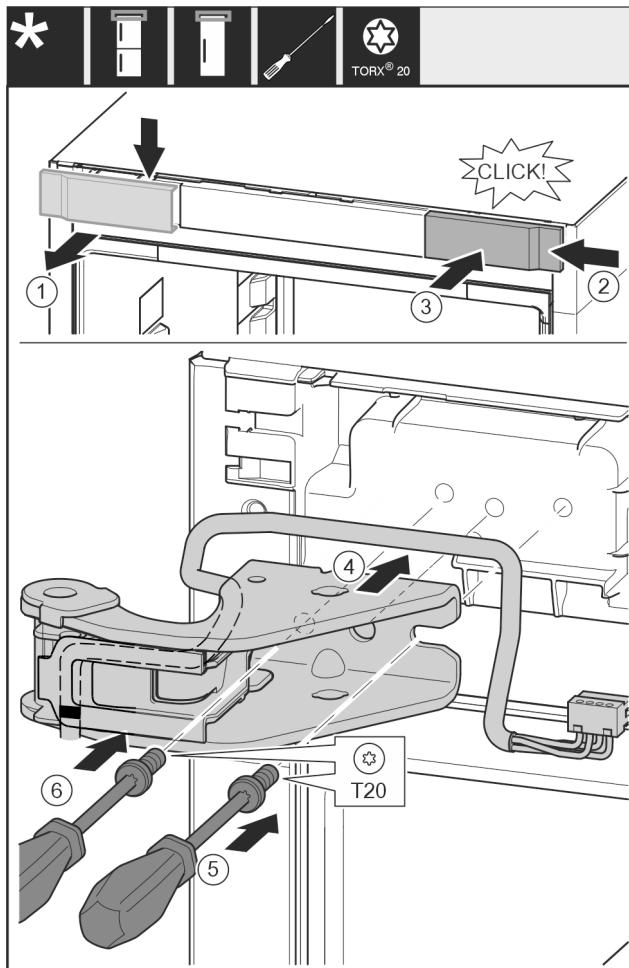

Fig. 34
- ▶ 从上方朝前取下盖板 Fig. 34 (1)。
- ▶ 将盖板 Fig. 34 (2)旋转 180° 至另一侧从右边挂上。
- ▶ 插入盖板 Fig. 34 (3)。
- ▶ 装上上方的托架 Fig. 34 (4)。
- ▶ 用螺丝刀放上并旋紧螺钉 Fig. 34 (5)。
- ▶ 用螺丝刀放上并旋紧螺钉 Fig. 34 (6)。